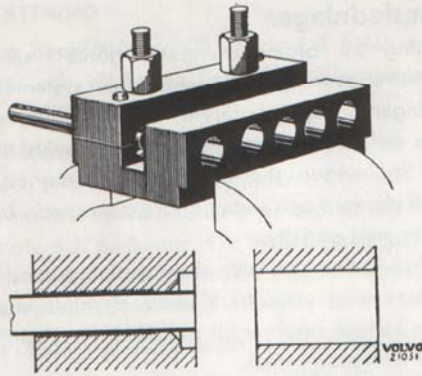

Bild 26. Kragning av bromsrör.
2. Placera verktyg SVO 2049 i skruvstycke. Stick in röret så långt att dess ända kommer i plan med klämbacken enligt bild 26. Drag åt mutternarna.